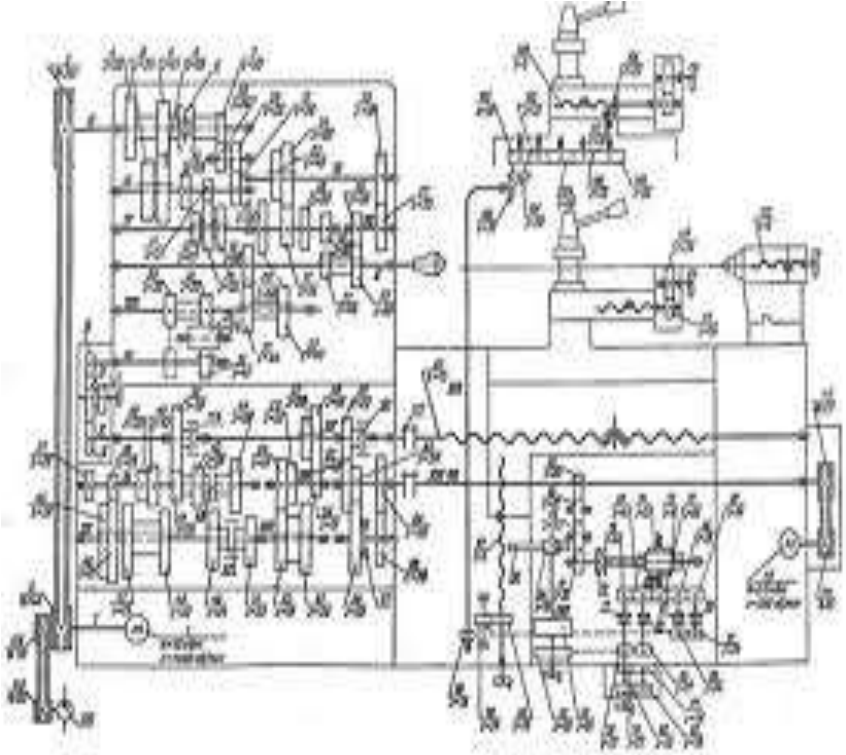

Рис. 4 «Кинематическая схема станка 16 К20».
5. Определить привод главного движения станка (ориентируясь на рис.4 «Кинематическая схема станка 16К20)
5. Определите привод главного движения станка, ориентируясь на рис. 4
6. Рассчитайте уравнение кинематического баланса (рис.4)